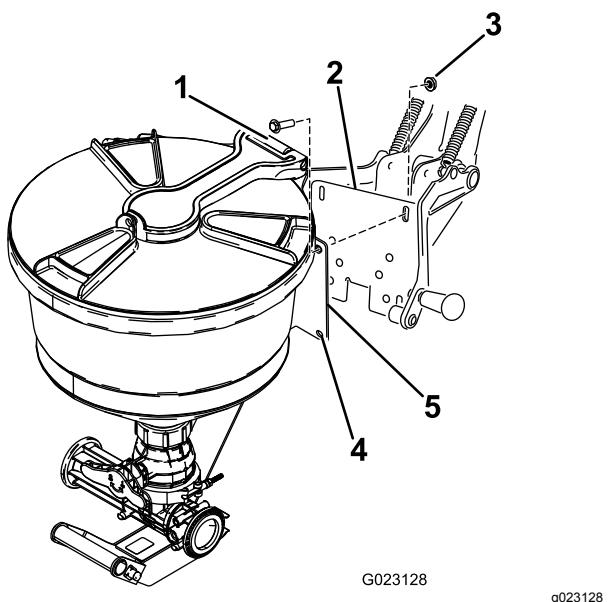

Figura 12
1. Alinee los orificios en la chapa de montaje del eyector con las ranuras en el bastidor de soporte de sujeción (Figura 12).
2. Sujete el eyector a la placa trasera (Figura 12) con los 4 pernos (3/8" x 1") y 2 contratuerzas (3/8").